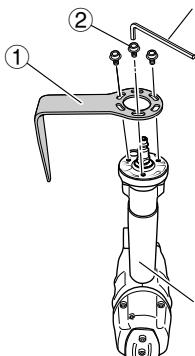

Fig. 1
- Fije el gancho (1) a la unidad principal en tres posiciones utilizando los pernos de brida M5×14 (2) (Fig. 1).